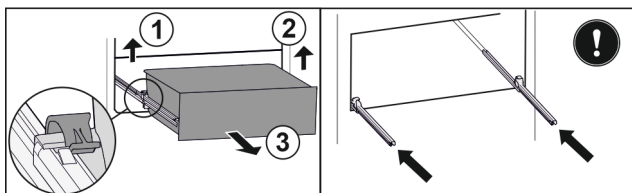

Fig. 78
- ▶ Soulever la bride gauche et tirer dans le même temps la partie gauche du tiroir vers l'avant. Fig. 78 (1)
- ▶ Soulever la bride droite et tirer dans le même temps la partie droite du tiroir vers l'avant. Fig. 78 (2)
- ▶ Retirer le tiroir par l'avant. Fig. 78 (3)